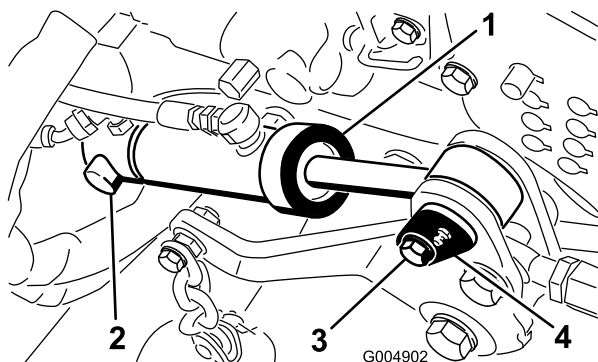

Figura 36
9. Rimuovete l'anello di ritenuta che fissa la parte posteriore del cilindro di sollevamento del piatto al perno di articolazione (Figura 36).
10. Rimuovete la vite che fissa il perno di articolazione del cilindro anteriore al telaio del tosaerba (Figura 36).